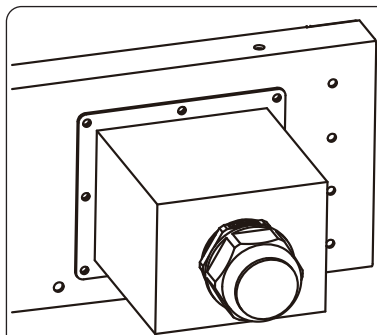
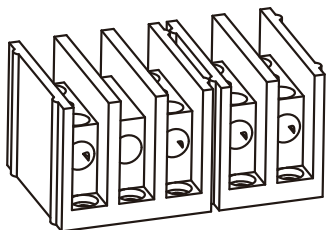

图5.7 交流接线盒
图5.8 交流端子
1) 拆下逆变器交流接线盒上的8颗固定螺丝，如图5.7所示。拆下接线盒后，可以看到逆变器的端子。默认为5个接线位，如图 5.8 所示。